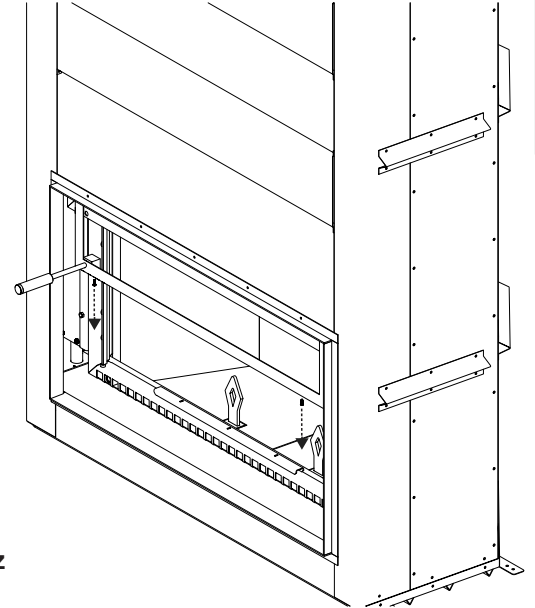

FIG 1:
- C. Dévissez les dispositifs de retenue supérieurs et inférieurs à l'intérieur du cadre de porte. (FIG.1)
- A. Insérez la poignée et soulevez légèrement l'écran pour pouvoir retirer les 2 vis sur le fond à l'intérieur du cadre de l'écran (**FIG. 1**)
- A. Retirez les vis des supports et enlevez le panneau arrière (1) de la chambre de combustion en le faisant glisser. Répétez pour les deux panneaux latéraux (2, 3). (FIG.1)